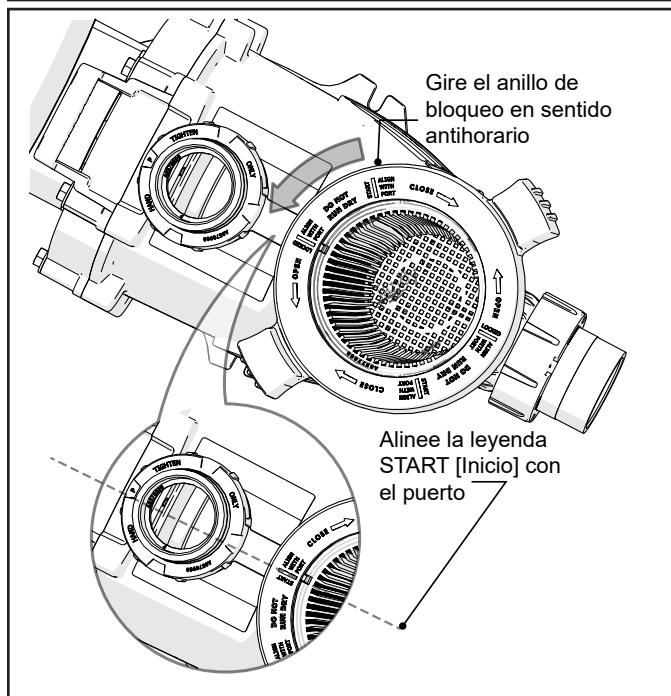

Figura 12. Desconectar el anillo de bloqueo
4. Siga las marcas del anillo de bloqueo y gire el anillo en sentido antihorario hasta que las marcas de "START" (Inicio) se alineen con los puertos. Consulte la Figura 12.